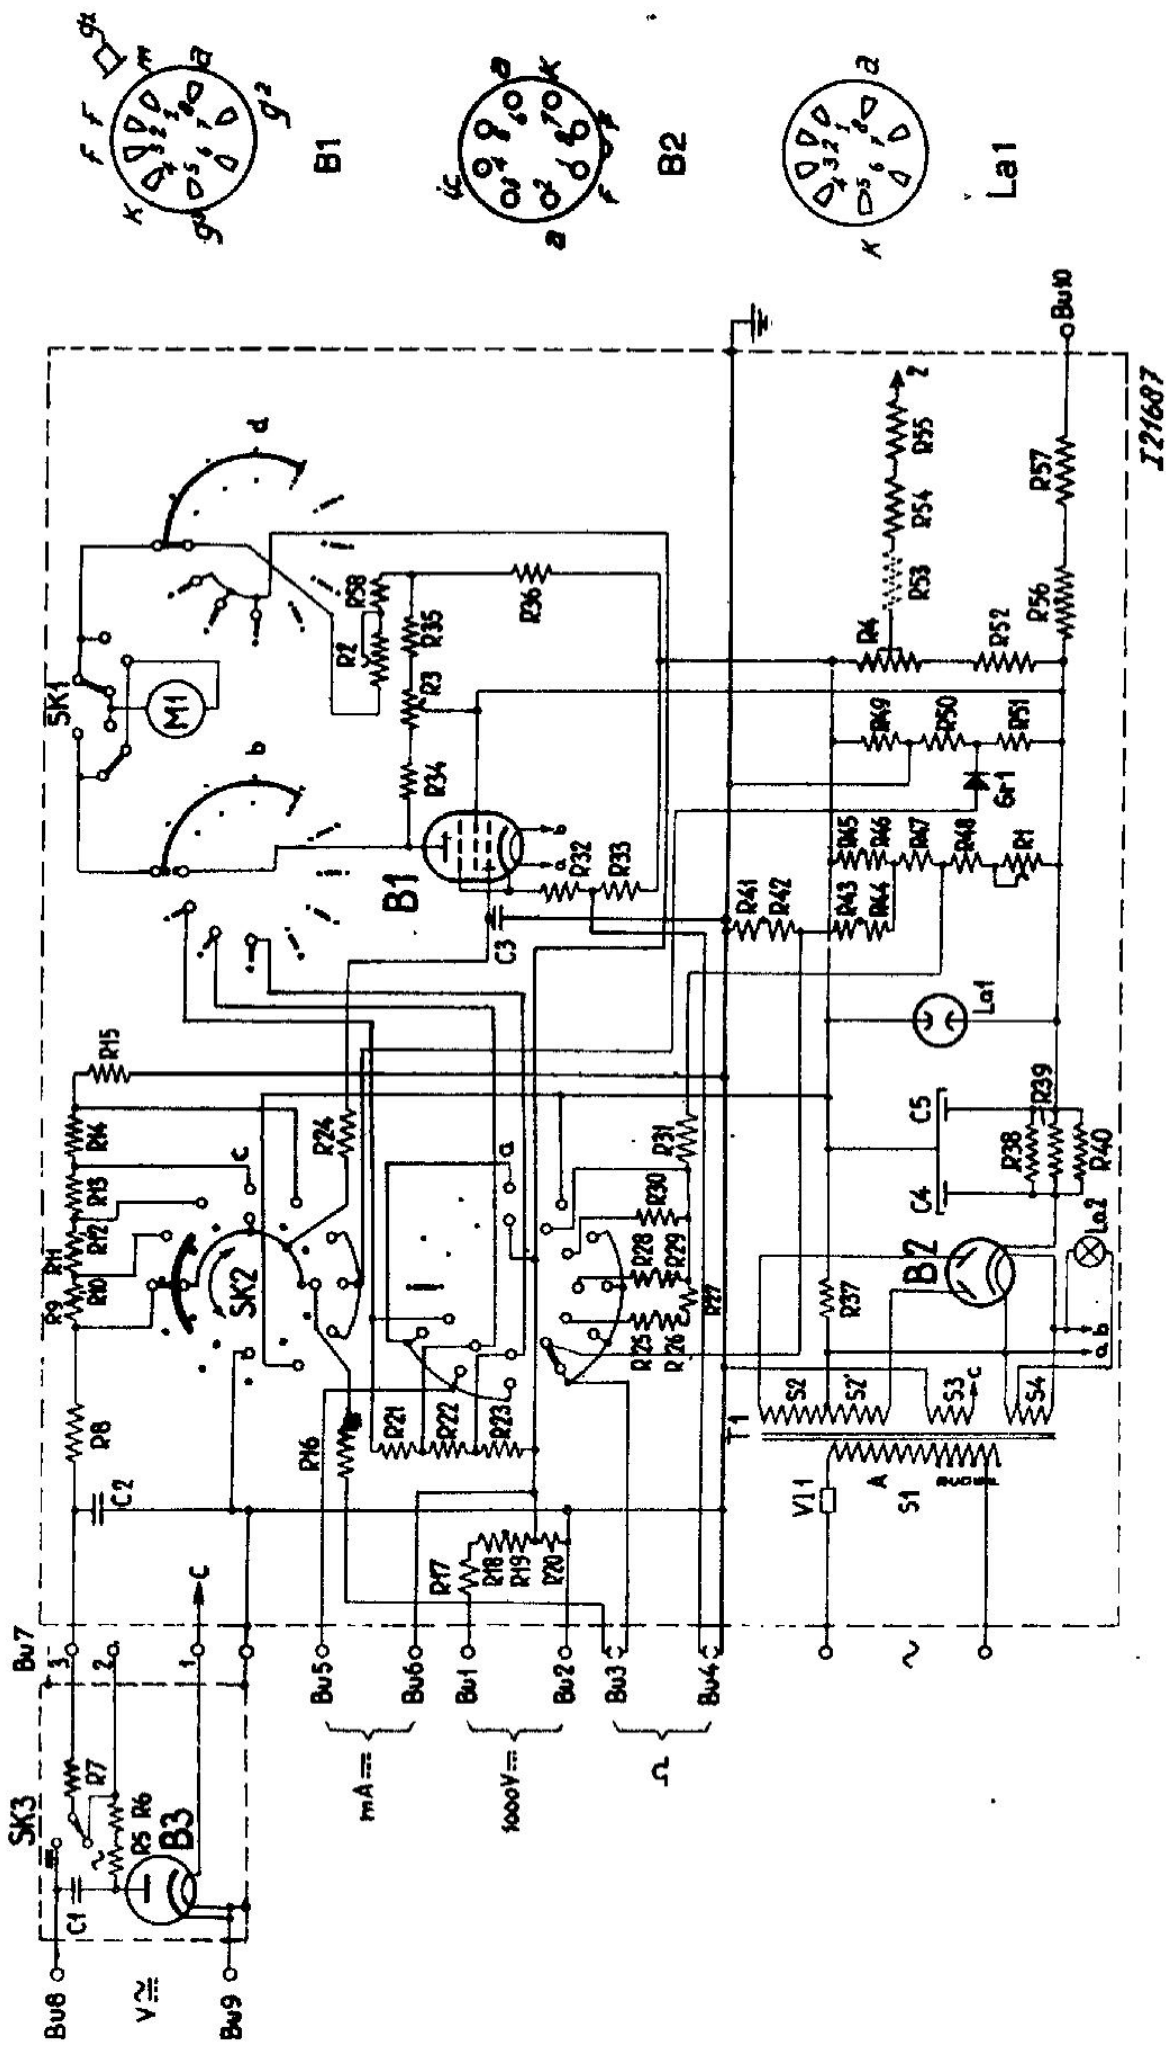
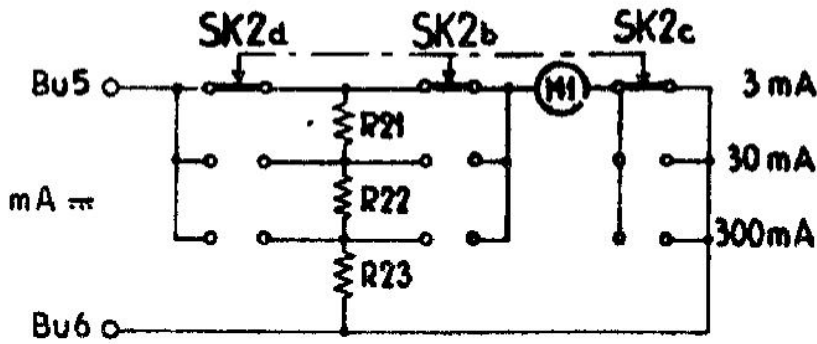

Fig.1
Fig.2
a. Stroomgebieden (gelijkstroom) (zie fig.2)
Voor deze metingen behoeft het apparaat niet aan het net te worden aangesloten. De meter M1 wordt in de te meten keten opgenomen via de aansluitklemmen Bu5 en Bu6. Indien de meter verkeerd om uitslaat, schakelaar SK1 omschakelen (zie fig.1). In fig.2 is SK1 weggelaten.
f. Voeding (fig. 1)